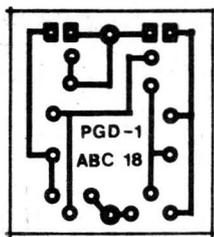

Fig.3
- FIG. 3 - LAY OUT DA PLACA DE CIRCUITO IMPRESSO - Para as "intenções comerciais" da PGD-01, é fundamental a miniaturização... Assim, o padrão de ilhas e pistas cobreadas foi tão "espremido" quanto possível (além disso - como veremos na próxima figura - optou-se por capacitores do tipo axial, e não radial, de modo a que tudo fique bem "chatinho" sobre a placa, determinando também a menor altura possível para a montagem final...). Recomenda-se o uso de decal-